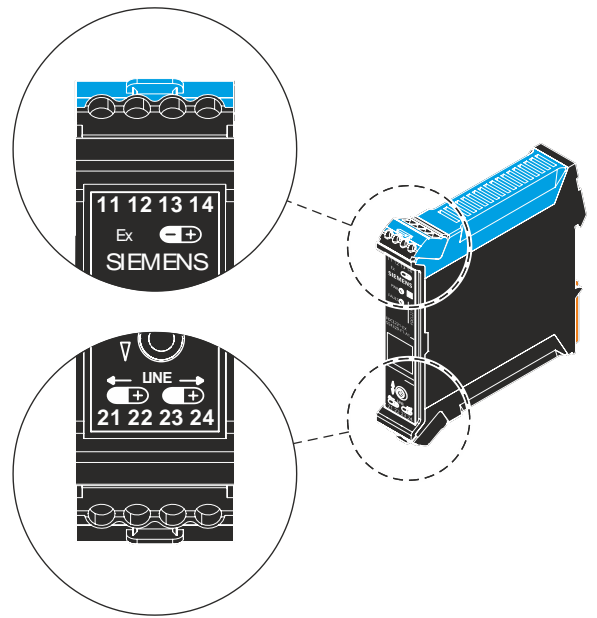

Fig. 4
**Connecting the line adapter (Ex) (Fig. 4)**
**Anschließen des Linienadapters (Ex) (Fig. 4)**